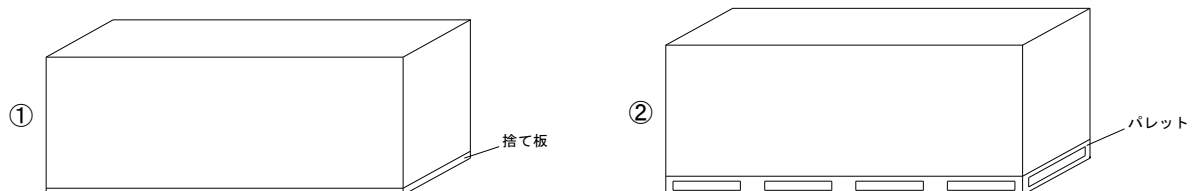

図1 タイガーEX プログレ保管概略図
- ・タイガーEX プログレの保管は、波打ちや反りを防止するため高さのそろった台上にボードの縁が台からはみ出ないようにしてください (図 1 参照)。また、各山の一番上のボードは裏面を上面とし、タイガーEX プログレを屋外で保管する場合は、必ずパレット積みとしてください。